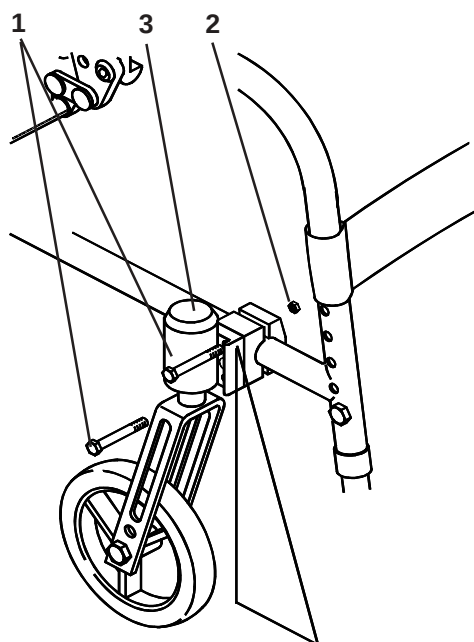

Fig.49
Plaats de rolstoel op een vlakke ondergrond (bijvoorbeeld een tafel). Draai de twee excentrische bouten (1) en de 10 mm moeren (2) los waarmee het balhoofdhuishuis (3) aan het frame (4) bevestigd is. Zie Fig. 49. Volg de op pagina 36 beschreven procedure op voor de hoekafstelling.